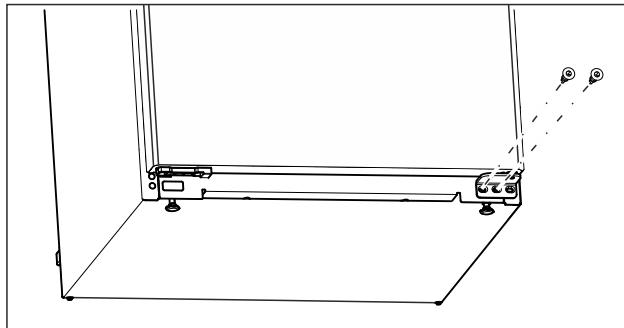

Fig. 14
- Na dolnej ložiskovej konzole vyskrutkujte strednú skrutku skrutkovačom Torx 20. (pozri Fig. 14)
- Na dolnej ložiskovej konzole vyskrutkujte vnútornú skrutku skrutkovačom Torx 20. (pozri Fig. 14)